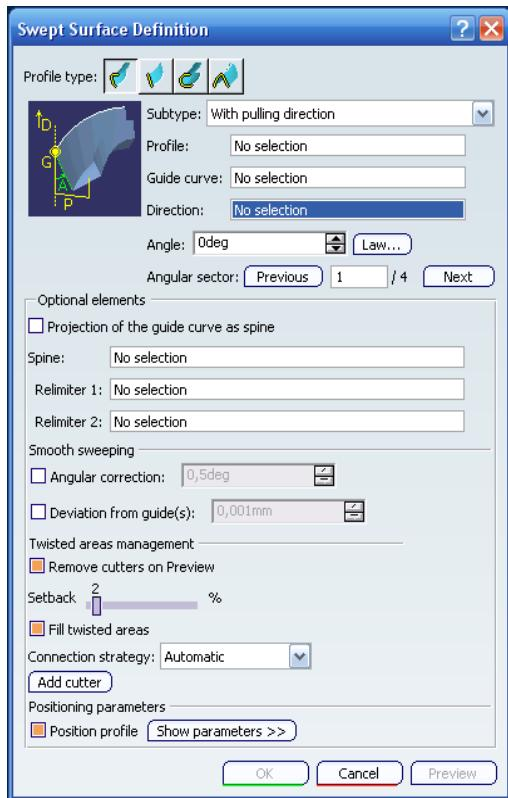

Ilustración 397: Definición del barrido por perfil explícito *With pulling direction*.
3.- *With pulling direction:* es equivalente al subtipo *With reference surface* con un plano de referencia normal a la dirección seleccionada en la ventana de definición que se muestra en la Ilustración 397.